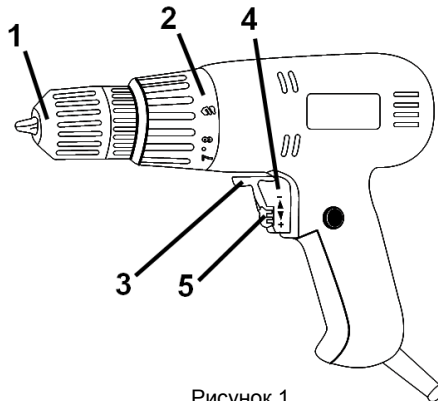

Рисунок 1
**4.1** Встановіть необхідний крутний момент за допомогою кільця регулятора моменту затягування (2) (див. рисунок 1).
**4.3** Для увімкнення виробу натисніть на курок вимикача (4) (рисунок 1). Для відключення виробу слід курок відпустити. Регулювання швидкості обертання патрона здійснюється ступенем натискання на клавішу вимикача.